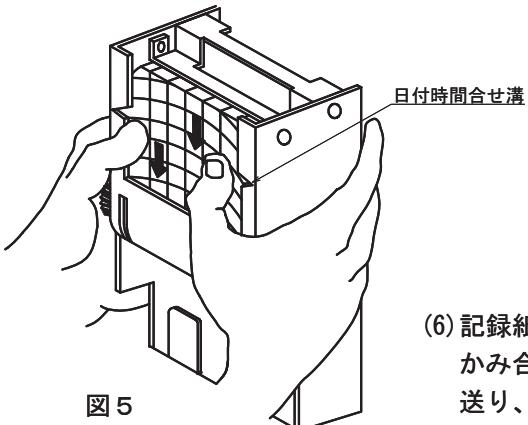
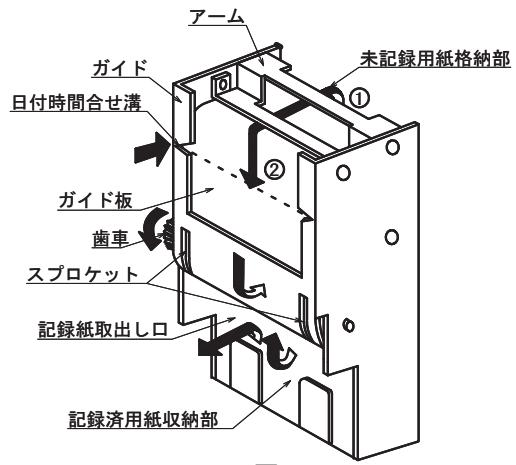

図5
図4
- (4) アームの下から、ガイド板の間を通します。(図4①→②)
(5) ガイドとガイド板の間を通します。この場合、記録紙が
記録紙を充分そわせて、すり降ろしてください。(図4、図5)
送り、歯車をまわして記録紙を記録済用紙収納部に送り込んでください。(図4)
- (1) 歯車をまわしながら日付時間合せ溝に記録紙の日付時間目盛をその時刻に合わせてください。(図1、図4)
(2) 記録紙を未記録用紙格納部ならびに記録済用紙収納部に、折りぐせに沿って折りたたんで収納してからカートリッジ
を本体にさし込んでください。(図2、図4)
送り込んでから取り出してください。(図4)